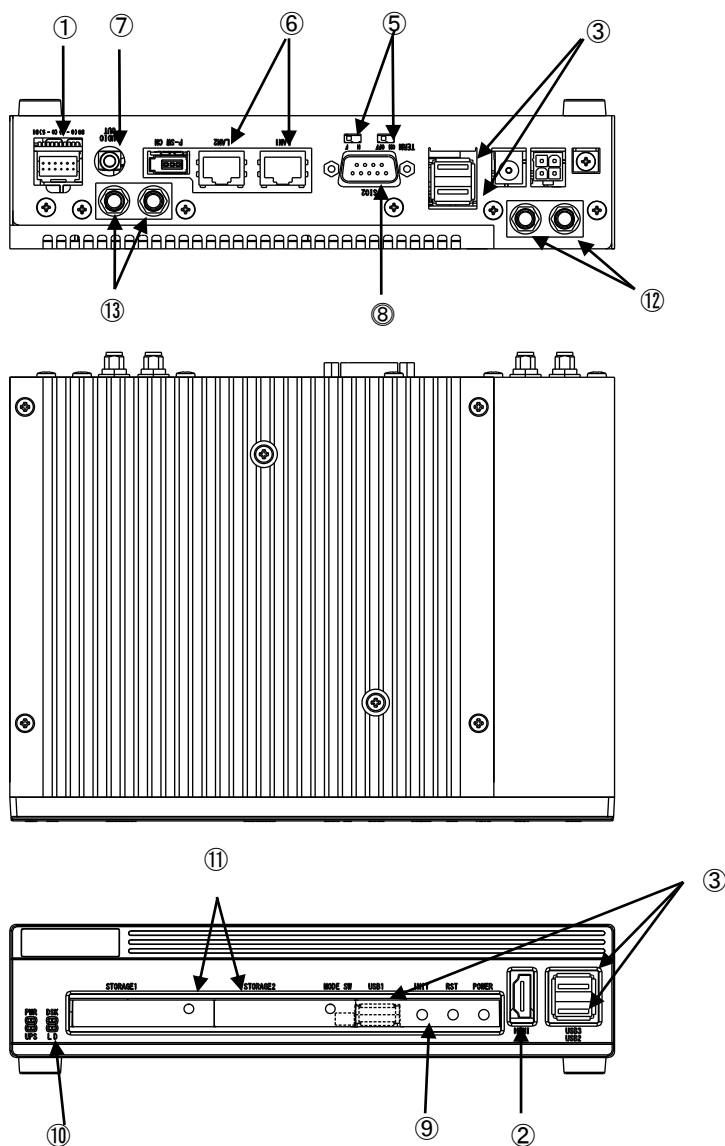

図 3-1-1. 外形図 (EC4A-010CT)
汎用入出力	汎用の入出力です。 入力 6 点、出力 4 点を制御できます。 (図 3-1-1 ①)